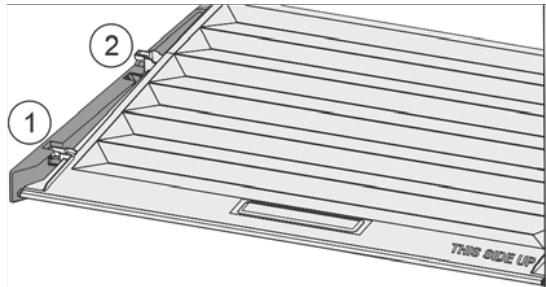

Fig. 73
- Потянуть крышку до отверстия в поддерживающих деталях вперед Fig. 73 (1).
- Поднять сзади снизу и извлечь Fig. 73 (2) движением верх.